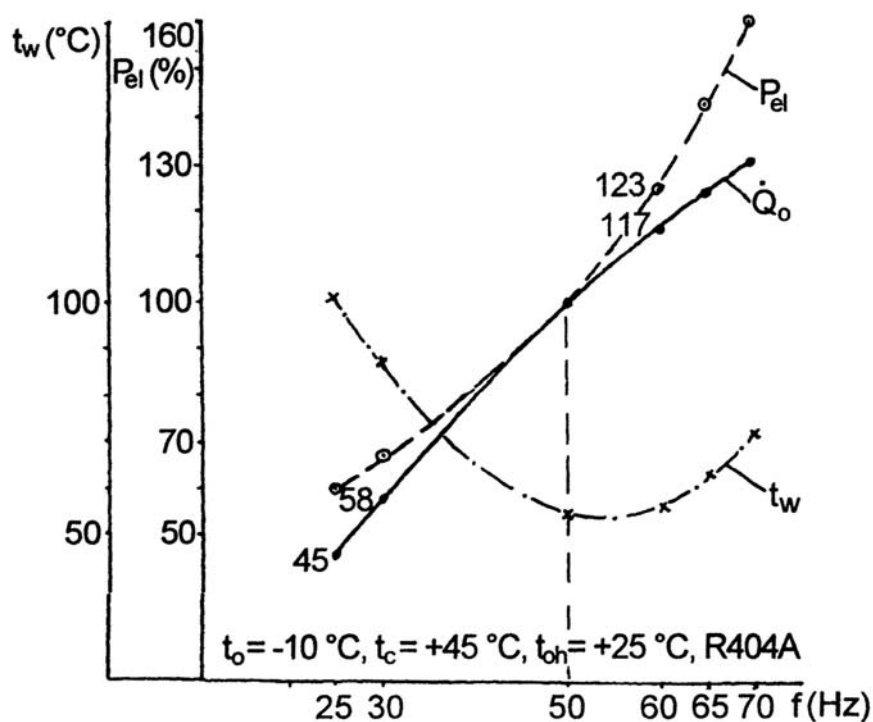

Bild 18:
- Wicklungstemperatur des Motors, speziell bei Sauggaskühlung von Einbaumotoren (siehe Bild 18 - Messwerte des TÜV Bayern an einem halbhermetischen Hubkolbenverdichter)